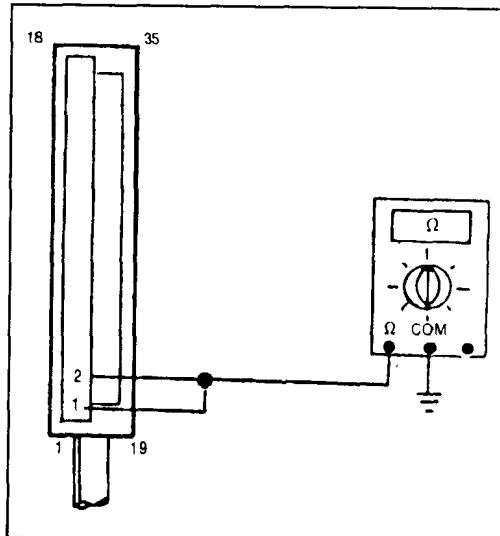

图 2-3 检查 ECM 接地
(1) 检查拆下的 ECM 连接器 1 号端子和车身(接地)以及 2 号端子和车身接地情况(电阻值; 0Ω), 如图 2-3 所示。
(2) 检查结果能测出电阻值, 说明与进气歧管连接部位的螺栓处的被腐蚀或接触不良。因此, 要拧下螺栓利用毛刷等擦拭后再接上。